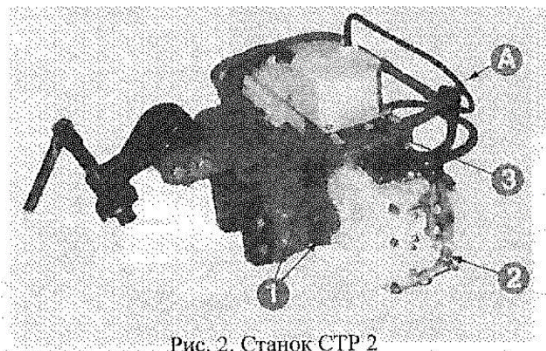

Рис. 2. Станок СТР 2
5. Что изображено на рис. 2 под № 2
6. Что изображено на рис. 2 под № 3
7. Как определяют достаточный уровень масла в редукторе двигателя станка СТР 2 (рис. 2)
8. В каком направлении должен вращаться вал шпинделя станка СТР (рис. 2)